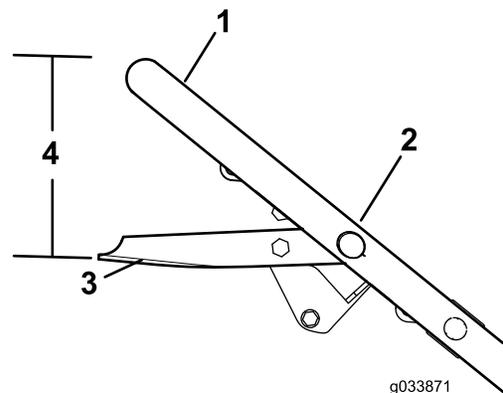

Figure 30
3. Tenez la barre de commande de la lame à 19 cm (7 $\frac{5}{8}$  po) du haut du guidon, comme illustré à la Figure 30.